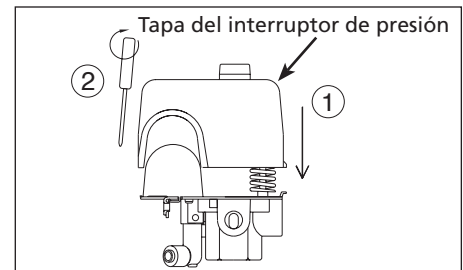

Figura 5
5. Instale la tapa del interruptor en el cuerpo del interruptor (ver Figura 5).